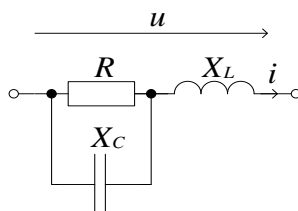

Рис. 68. Электрическая схема задания 10 (задача 2).
2. Для схемы (рис.68) в таблице 23 заданы сопротивления для первой гармоники и напряжение источника  $u$ . Найти ток  $i$ .